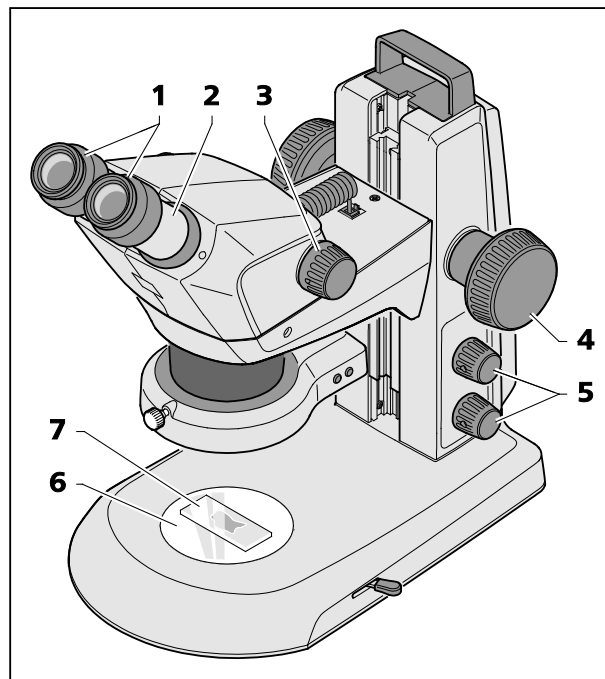

图 18 设置立体显微镜
1. 将观察对象 (图 18/7) 置于玻璃或塑料盘 (图 18/6) 中间并照射(图 18/5)。
2. 在可调目镜(图 18/1) 上将屈光度补偿设为 "0"。
3. 从侧面推移目镜支架(图 18/2) 调整眼间距, 直到用双眼能够看到目镜中只有一个未切割光圈 (物场) 。
4. 首先将对焦 (图 18/3) 调到最小放大值。
5. 然后对焦观察对象图片中间显著的某处细节 (图 18/4)。
6. 设置最大对焦值 (图 18/3)。放大后该处细节可能又变得模糊, 不再位于图片中央。
7. 对焦让观察对象变得清晰, 然后通过移动观察对象重新找到该处细节并精确对焦 (图 18/4)。
8. 接着再次设到最小对焦值, 必要时可通过在可调目镜上 (而不是在对焦旋钮上, 图 18/4) 进行屈光度补偿, 来修正每只眼的图片模糊问题 (肉眼误差补偿) 。